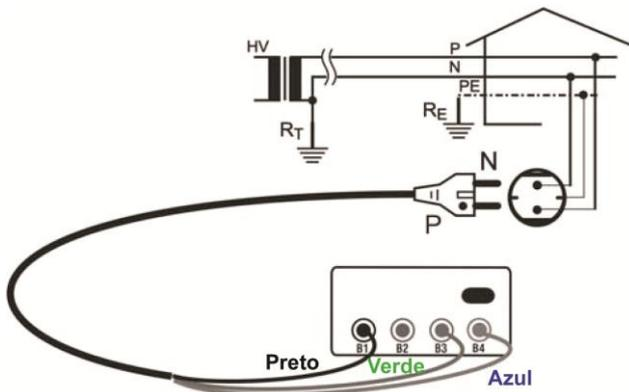
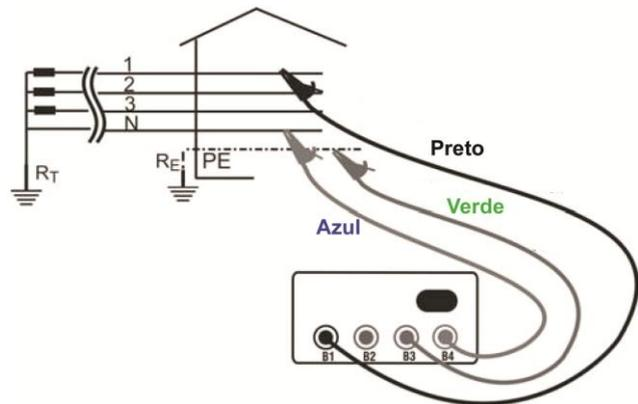
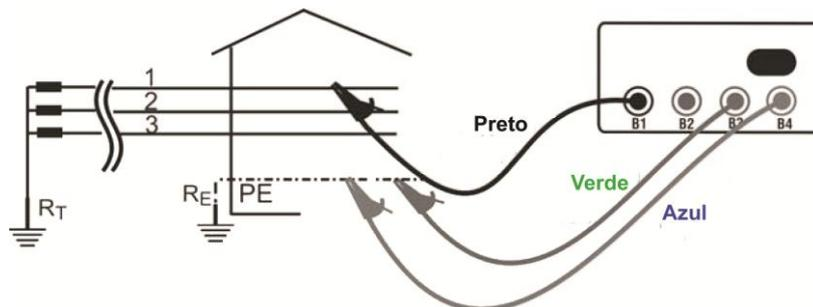

Fig. 10: Ligação para Impedância P-PE sistema Monofásico/Bifásico 230V
Fig. 11: Ligação para Impedância P-PE sistema Trifásico 400V + N
Fig. 12: Ligação para Impedância P-PE sistema Trifásico 230V ou 400V sem N
2. Inserir os 3 conectores Preto, Verde e Azul do cabo shuko ou dos cabos separados nos correspondentes terminais de entrada do instrumento **B1**, **B3**, **B4** (ver Fig. 10, Fig. 11, Fig. 12). No caso de utilização de cabos separados inserir nas extremidades livres dos cabos os crocodilos.
3. Inserir a ficha Shuko numa tomada 230V 50Hz ou os crocodilos nos condutores do sistema Trifásico (ver Fig. 10, Fig. 11, Fig. 12).